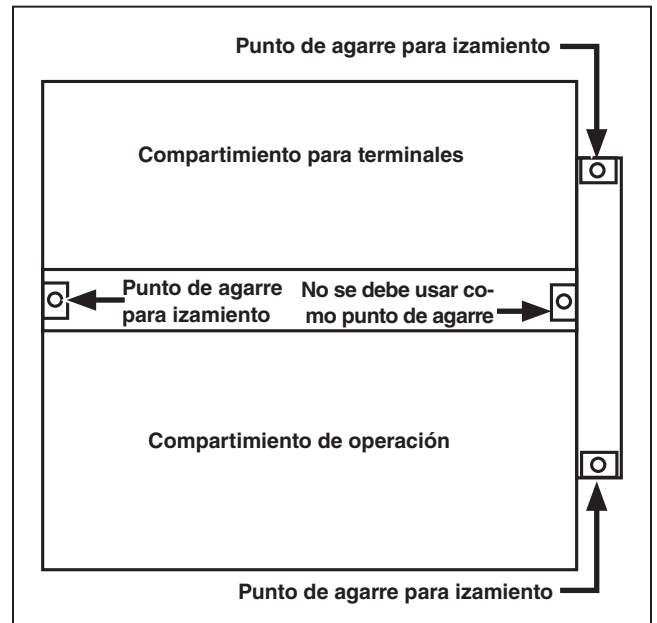

Figura 10. Vista de la parte superior del equipo para montaje en pedestal, mostrando tres puntos de agarre para izamiento.
PASO 7. Desatornille el gabinete de la tarima y retírelo, respetando las medidas de seguridad que se dan en la sección “Manejo” de la página 8 Use un esquema de izaje de tres puntos para equilibrar correctamente el gabinete. Ver Figura 10.